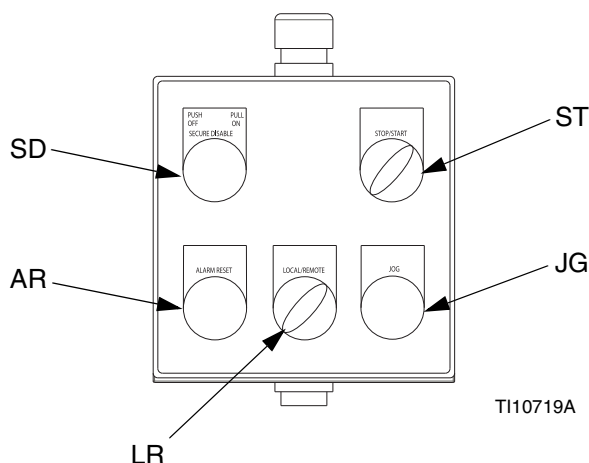

FIG. 5: Caja de control local
La caja de control local contiene cinco controles. Vea la FIG. 5.
1. Coloque el interruptor START/STOP (Arranque/Parada) (ST) en STOP. Vea la FIG. 5.
2. Pulse el interruptor SECURE DISABLE (Asegurar-inhabilitar) (SD).
3. Abra el regulador de presión de retorno (U) y todas las válvulas de drenaje de fluido del sistema y tenga un recipiente de residuos listo para recoger lo drenado. Déjelos abiertos hasta que esté listo para presurizar el sistema nuevamente.
3. Coloque el interruptor START/STOP (Arranque/Parada) (ST) en STOP. Vea la FIG. 5.
2. Use el VFD para configurar el motor con un caudal bajo (15 Hz aproximadamente). Ajustar como sea necesario. Vea el manual de VFD 311596 para el procedimiento de configuración de un caudal específico. Vea la FIG. 5.
3. Pulse el interruptor SECURE DISABLE (Asegurar-inhabilitar) (SD). Vea la FIG. 5.
4. Coloque el interruptor START/STOP (Arranque/Parada) (ST) en STOP. Vea la FIG. 5.
5. Tire del interruptor SECURE DISABLE (Asegurar-inhabilitar) (SD) hacia afuera para desengranarlo. Vea la FIG. 5.
7. Coloque el interruptor START/STOP (Arranque/Parada) (ST) en START. La velocidad se incrementará escalonadamente; esto no es un cambio inmediato. Vea la FIG. 5.